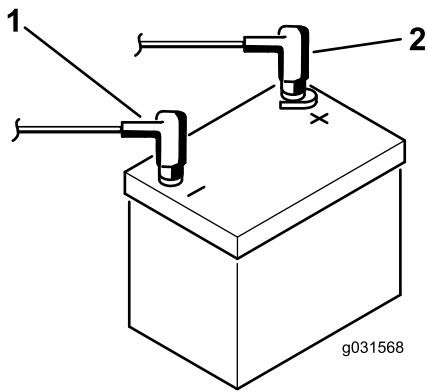

Figure 4
8. Raccordez le câble positif (rouge) de la batterie à la borne positive (+) et le câble négatif (noir) à la borne négative (-), et fixez-les en place avec les boulons et les écrous (Figure 4).